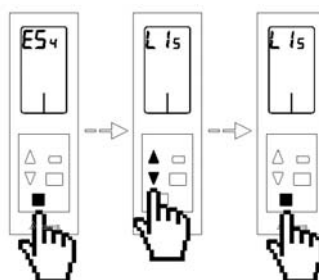

Fig. 95
- o **Libertar uma saída de controlo:** Se deseja libertar uma saída de controlo que tenha associada, selecione-a com a ajuda das setas Δ ∇ e toque no botão de confirmação ☐ para aceder ao menu de libertar. Neste menu aparecerá, por defeito, a opção SI (S) para libertar a saída de controlo. No caso de não querer libertar essa zona, selecione NO ($\bar{n}$). Uma vez selecionada a opção desejada, toque no botão de confirmação ☐. Para sair toque no botão sair ☐ para voltar ao menu anterior.(Fig. 95)